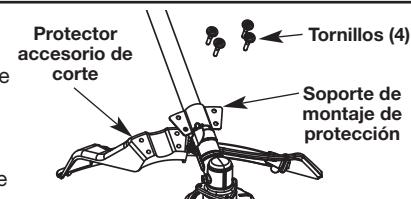

Fig. 1
- Coloque el protector del cabezal de corte en el soporte de montaje de protección, asegurándose de alinear los orificios en el protector con los del soporte de montaje de protección. (Fig. 1)
- Coloque la manija en D sobre la caja del eje y en la abrazadera inferior (Fig. 1). Colóquela a un mínimo de 6 pulgadas (15.24 cm) del extremo del agarre del eje.
- Retire el protector de corte de la carcasa del eje (Fig. 1).
- Sujete el protector del cabezal de corte a la carcasa del eje con tornillos (4) (Fig. 1).